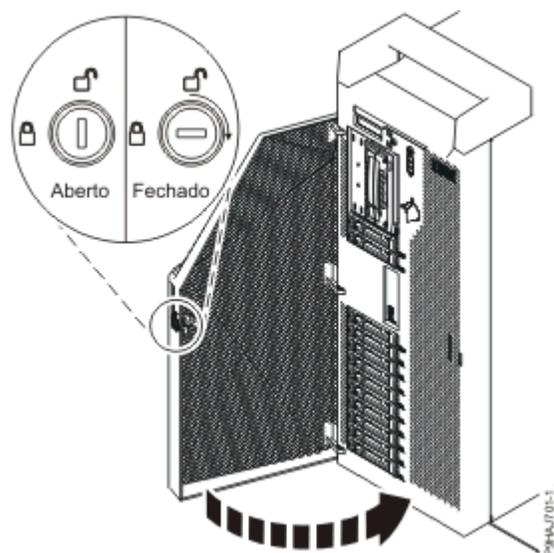

Figura 33. Trancar a porta anterior
- e) Feche a porta anterior. Insira a chave da porta anterior na fechadura conforme apresentado em Figura 33 na página 35. Rode a chave para a direita (na direcção dos ponteiros do relógio) para trancar a porta. Horizontal é bloqueado; vertical é desbloqueado.